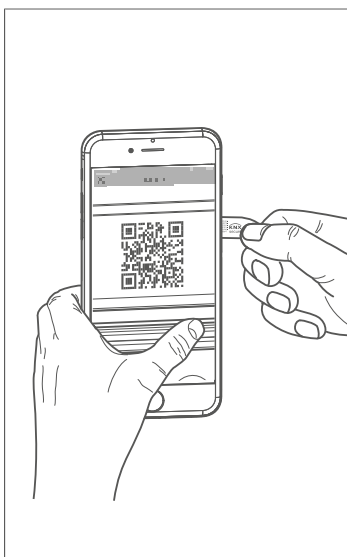
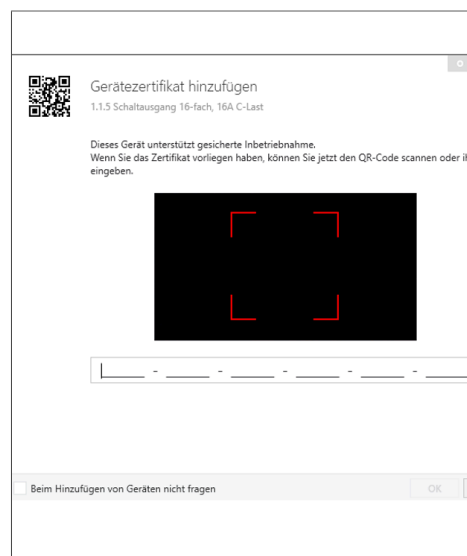

Bild 10: QR-Code scannen
Bild 11: QR-Code manuell eingeben
- 2 Das Gerätezertifikat (QR-Code) eingeben (Bild 11) oder scannen (Bild 10) bzw. dem Projekt in der ETS hinzufügen.